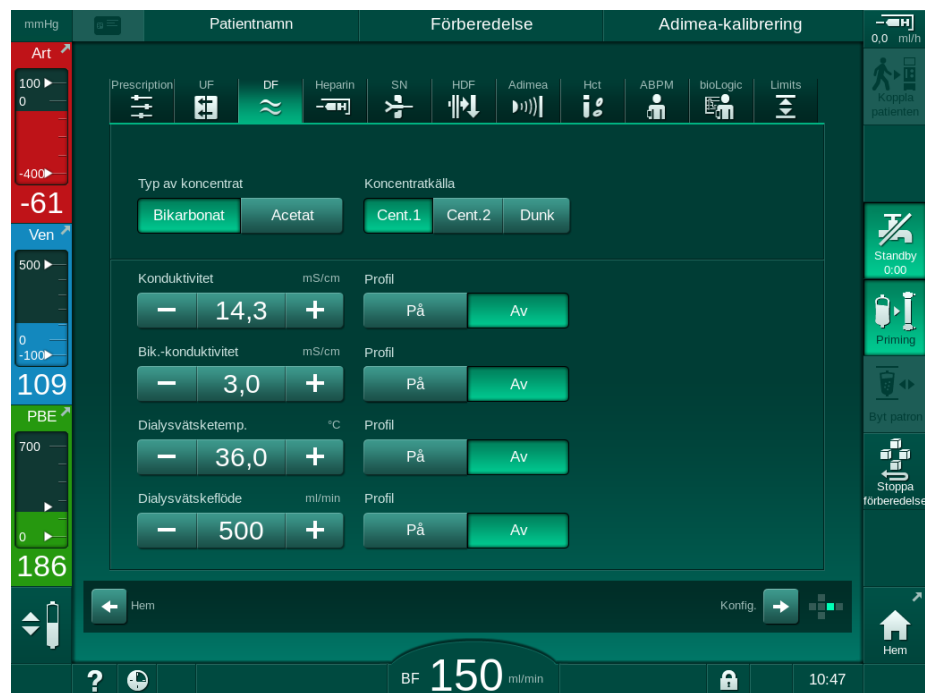

Bild 5-17 DF-parametrar på skärmen *Behandlingsdata*
1. Välj *Profil*, *PÅ* för resp. parameter på DF-sidan (Bild 5-17 DF-parametrar på skärmen Behandlingsdata (114)).